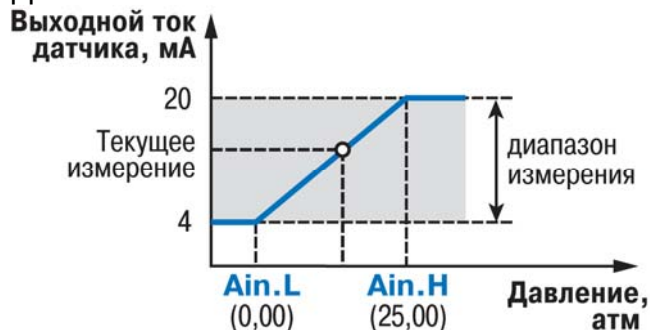

Рисунок 3.5 – Пример задания диапазона измерения активного датчика
- Пример. При использовании датчика с выходным током 4...20 мА, контролирующего давление в диапазоне 0...25 атм., в параметре $A_{in.L}$ задается значение 00,00, а в параметре $A_{in.H}$ – значение 25,00 (см. рисунок 3.5). После этого обработка и отображение показаний будет производиться в атмосферах.